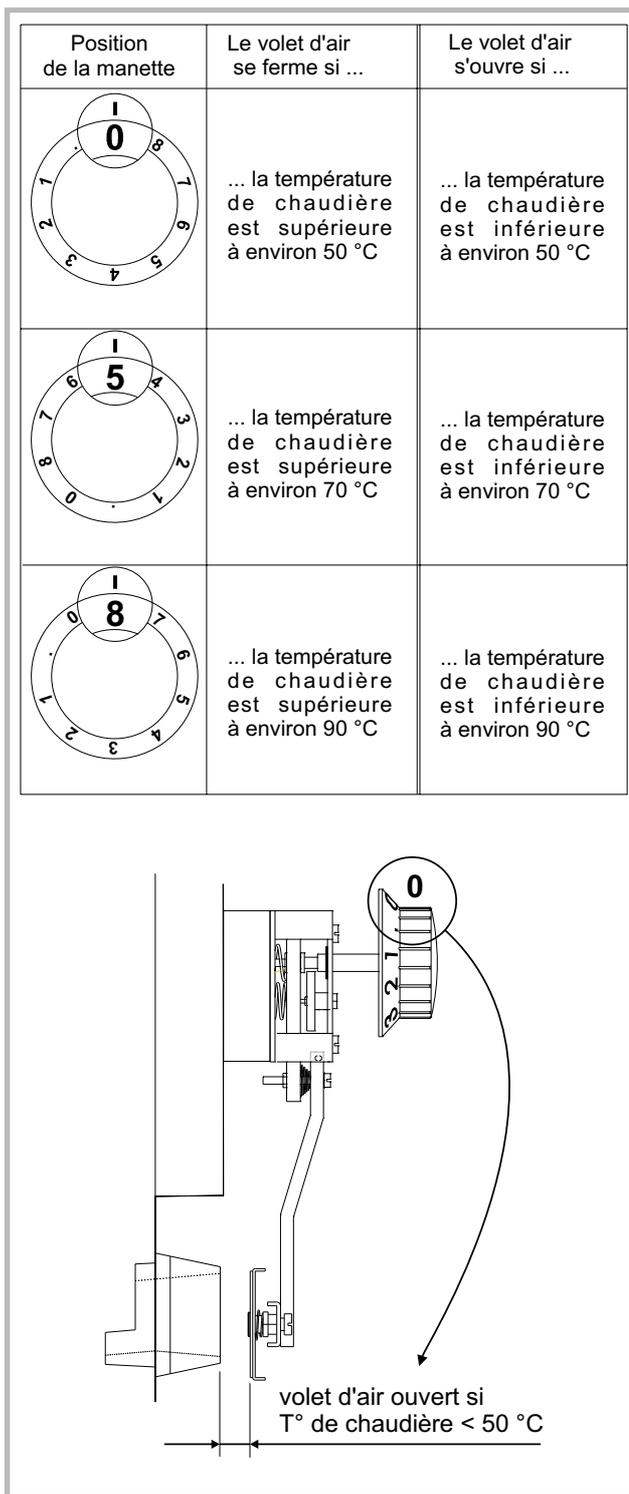

Figure 11 - Fonctionnement du volet d'admission d'air
- Vérifier le bon fonctionnement du volet d'admission d'air (fig. 11) commandé par le régulateur d'allure, pour ce faire enlever l'écran de protection en façade.